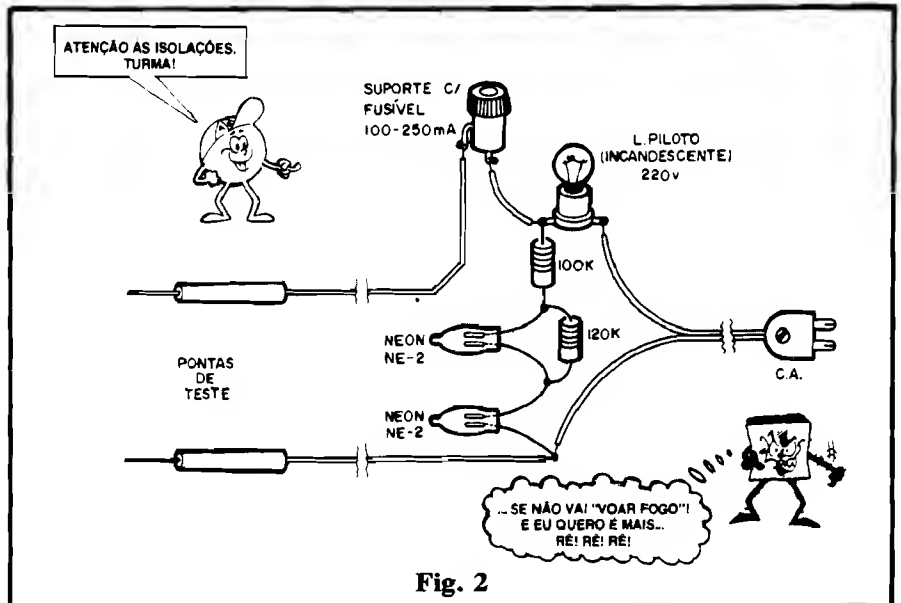

Fig. 2
- **FIG. 2 - A MONTAGEM** - Os componentes são poucos e relativamente "robustos", o que permite a realização das ligações "ponto a ponto", sem a necessidade de substratos como Circuito Impresso ou mesmo "ponte" de terminais... Como as três lâmpadas serão obviamente fixadas num
- FIG. 4 - TESTANDO O TESTADOR... - Uma vez montado e "encaixado" conforme indicam as figs. 2 e 3, a primeira providência será... testar o TESTADOR! Para tanto, basta seguir as indicações mais do que claras contidas na figura, onde o bloco A se refere a rede local de 110V, e o bloco B a rede de 220V... Observem como deve ser o "comportamento" (apagada/acesa) de cada uma das três lampadinhas, para cada Tensão de rede, e para as situações: pontas de prova apartadas ou pontas de prova "em curto"... Se tudo ocorreu conforme mostram os diagramas, então o